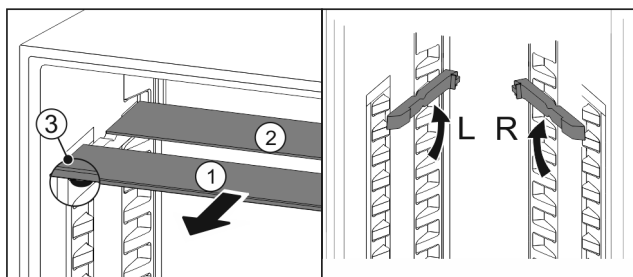

Fig. 105
- Glasplatten einzeln nach vorne herausziehen Fig. 105 (1).
- Glasplatte Fig. 105 (1) mit Zierleiste liegt vorne.
- Stopps Fig. 105 (3) zeigen nach unten.